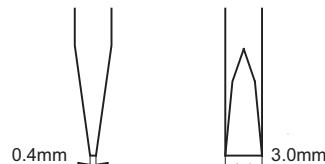

图2
接线时，请使用如图2所示的螺丝刀。
• 导线螺丝刀的插入位置及螺丝刀插入方向如图2所示。
将继电器插座防脱卡簧呈现于打开状态(详见图1)，将继电器对准插座主体型腔(详见图2)。然后逆时针扳动防脱卡扣，同时轻轻下压继电器，直至继电器完全装入插座(详见图3)。
(图2)